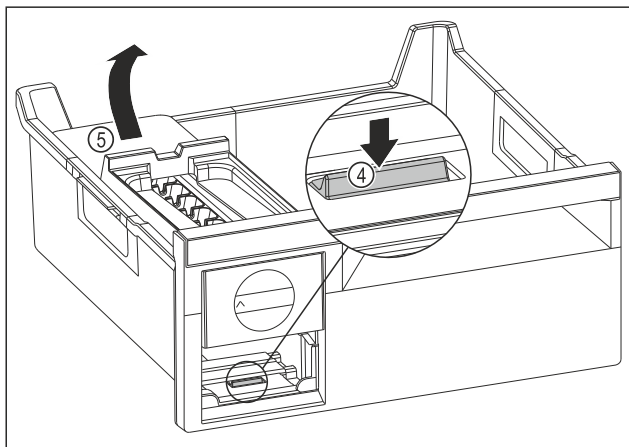

Fig. 141
- Fjern hoveddelen til EasyTwist-Ice: Trykk tappen Fig. 141 (4) ned med fingeren samtidig som hoveddelen til EasyTwist-Ice Fig. 141 (5) løftes opp fra baksiden med den andre hånden.